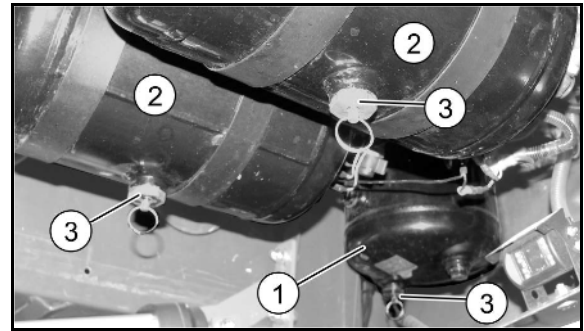

Fig. 177
- Man skal være opmærksom på, at donkraften sidder sikkert i holderen (Fig. 177/1).